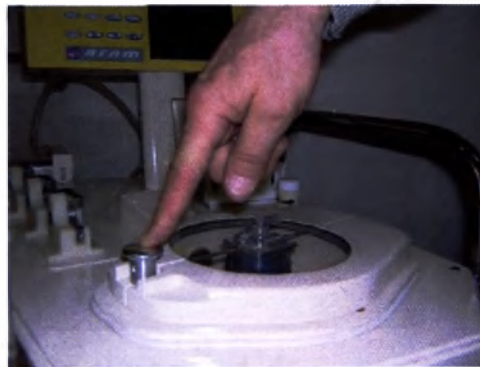

Рис. 2.4.3
5. Зафиксируйте две половинки крышки нажатием на фиксатор, расположенный на левой стороне центрифуги (рис.2.4.3)